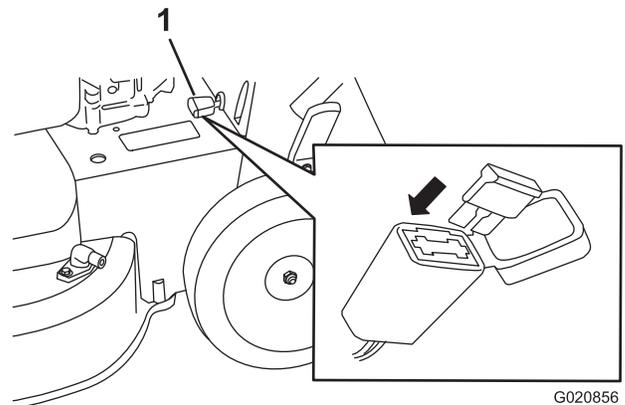

Figure 36
1. Ouvrez le porte-fusible hermétique et remplacez le fusible (Figure 36).
7. Déposez l'ensemble déflecteur arrière et levier de verrouillage du guidon (Figure 36).